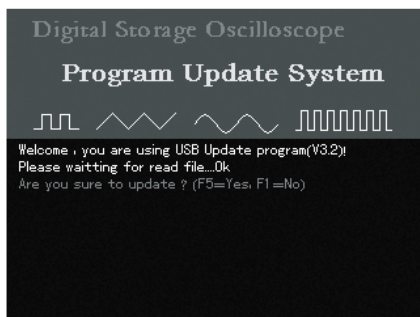
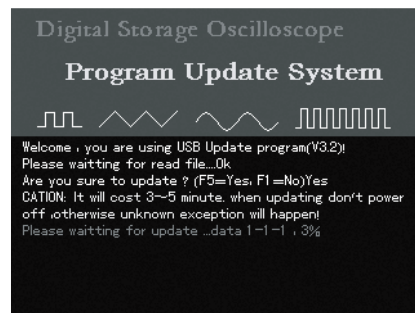

图5-3
图5-4
- 4、升级系统对选中的升级文件进行判别，符合程序升级条件后，进入图5-3所示界面，提示“请您确认是否需要继续进行程序升级”。
5、在图5-3所示界面上，按 **[F5]**，确定需要对当前程序进行升级，进入如图5-4所示界面。提示用户“程序正在进行更新，整个过程需要持续3~5分钟。在更新系统时，请勿切断电源，否则会出现未知的错误。当前程序更新进度为…%”。